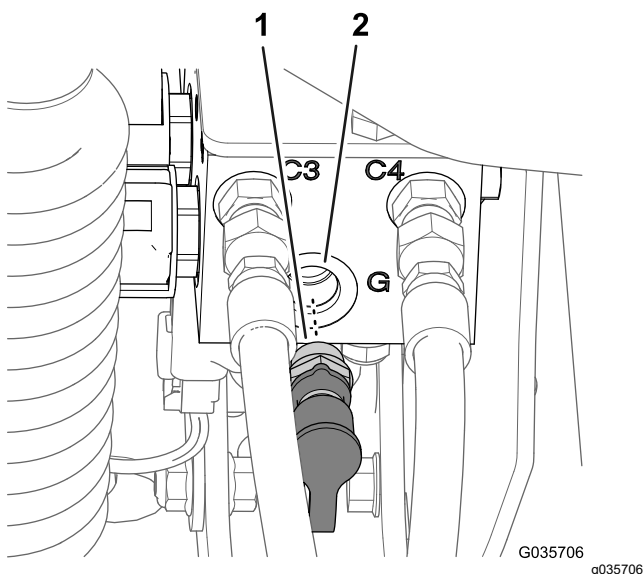

Figura 10
4. Retire a união e tampa de diagnóstico da porta G do coletor do cilindro de elevação antigo (Figura 10).